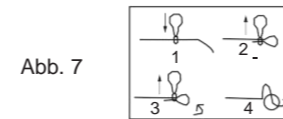

Abb. 7
9. Drehen Sie den Stoff auf die Rückseite und führen Sie die verbleibenden 5 cm des Fadens wie in der folgenden Abbildung gezeigt, um ihn zu verknoten (siehe Abbildung 7):